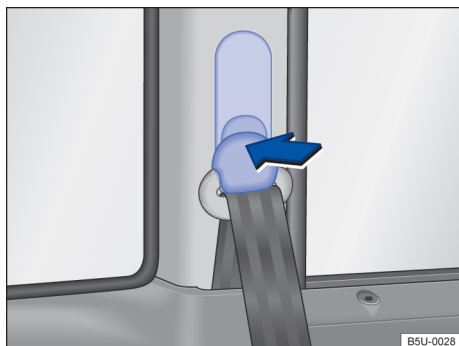

Fig. 32 Ao lado dos bancos dianteiros: regulagem de altura do cinto de segurança.
- Pressionar o dispositivo regulador no sentido da seta e mantê-lo pressionado → Fig. 32.